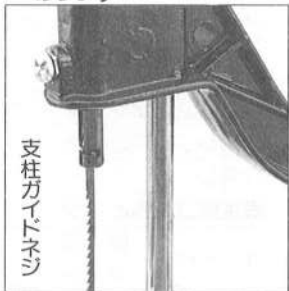
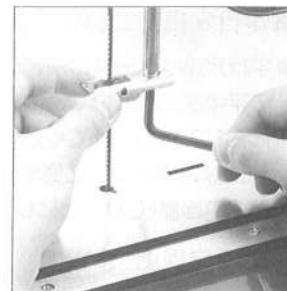

図4
図5
- ブレードの上部支柱が回らないように支柱ガイドネジがついています。(図4参照)
- ④出荷時に調整してありますのでそのままご使用ください。万一ゆるんだときのみ締めてください。
- ④ブレード上部支柱を押しても動かないときは締めすぎです。
- 材料押えの中間についているブレード支えのローラーが、ブレードに接するように材料押えの裏についているイモネジを六角レンチ(4mm)で回して調整してください。(図5参照)